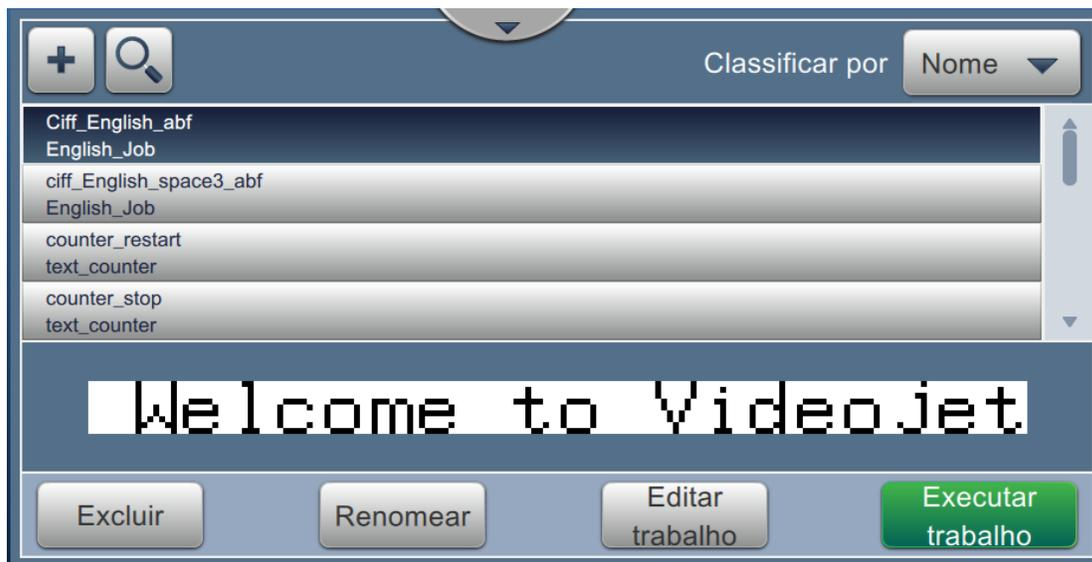

Figura 4-3: Seleção do trabalho
4. O usuário é conectado no nível de acesso de usuário e seu nível de usuário é exibido na parte superior da tela (veja a Figura 4-3).
2. Selecione o trabalho necessário na lista e toque no botão  exibido na Figura 4-3. A pré-visualização do trabalho será exibida.